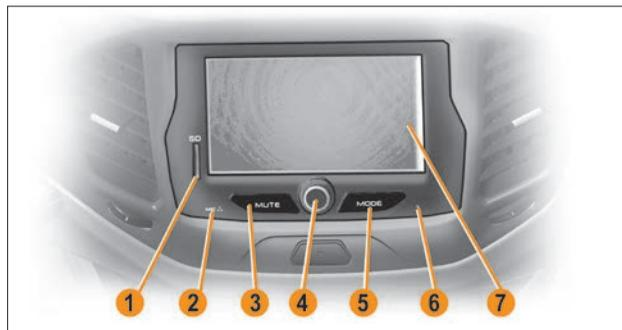

Рис. 7. Внешний вид ММС с навигационной системой
2.1.1 Включение ММС с навигационной системой осуществляется кратковременным нажатием (1-2 сек.) на ручку энкодера **4** (рис. 7).
2.1.3 Для выключения ММС с навигационной системой кратковременно нажмите ручку энкодера **4** (рис. 7).
2.1.4 Для перезагрузки ММС с навигационной системой тупым тонким стержнем нажмите и удерживайте в течение 2–3 сек. кнопку **Reset 6** (рис. 7). После перезагрузки ММС с навигационной системой переходит в режим «Радио» с прослушиванием первой сохраненной радиостанции.
Для выключения звука нажмите кнопку **MUTE** (кнопка **3**, рис. 7). Для включения звука нажмите кнопку повторно.
Кнопка **MODE** (кнопка **5**, рис. 7) служит для переключения режимов работы MMC без навигационной системы, при этом будут отображаться только активные режимы. Например, если вставлена SD-карта и на ней есть только видеозаписи, то, используя кнопку **MODE**, можно попасть в окно «**Видео**», но нельзя попасть в окно «**Аудио**» и «**Фотографии**».